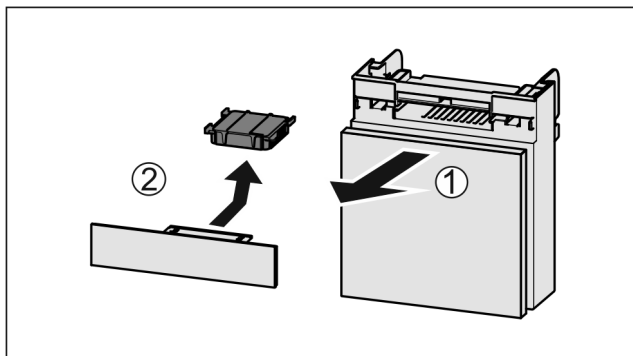

Fig. 88
- ▶ Extrageți Fig. 88 (1) compartimentul către înainte.
- ▶ Scoateți Fig. 88 (2) filtrul de cărbune activ.